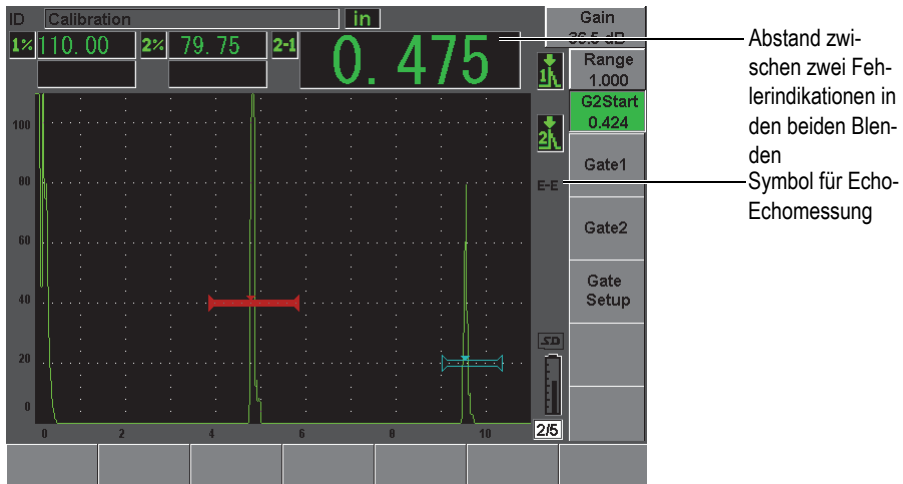

Abbildung 8-6 Beispiel für Echo-Echomessung
2. Wie in Beispiel Abbildung 8-6 auf Seite 137 gezeigt, Blende 1 auf das erste zu erkennende Echo stellen, dann Blende 2 auf das zweite.